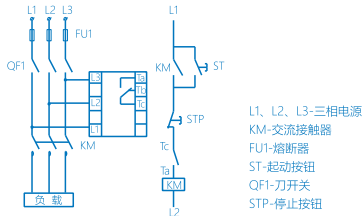

图4 产品接线图
5.1 产品接线图：见图4。
注：若按图4接入继电器后，负载无法起动，可能继电器的相序鉴别已起作用，只需将继电器输入端L1、L2、L3任意两线相互交换即能正常起动，此时相序已被认定。以后只要改动任何一相电源，继电器即能起到保护作用。产品辅助电源为L1、L3相，当这两相发生断相后，指示灯会全灭，继电器常开触点断开。